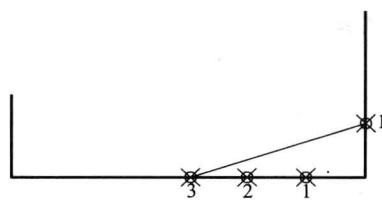
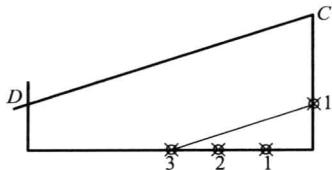

图 1-9 画斜线步骤 1
图 1-10 画斜线步骤 2
- ③ 画斜线。自 B 点向左取三个单位长度，向上取一个单位长度，并连接斜线 13，如图 1-9 所示。过 C 点作斜线 13 的平行线，与左侧竖线相交于 D 点，如图 1-10 所示。